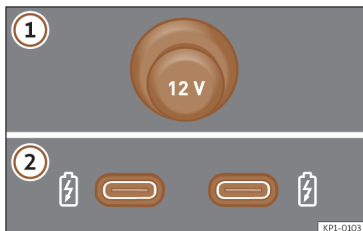

Fig. 170 Tomadas de corrente de 12 Volts do veículo
>>> Fig. 170
Em função do equipamento e do país, o veículo pode dispor também de conectores USB com função **exclusivamente de carga ou tomada de corrente** >>> **Fig. 170 ②**.